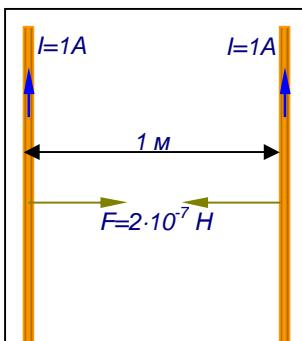

Рис. 73. За единицу силы тока принимают силу тока, при которой отрезки параллельных проводников длиной 1 м взаимодействуют с силой  $2 \cdot 10^{-7}$  Н
40. Представим теперь себе, что взяты очень тонкие и бесконечно длинные параллельные проводники. Расстояние между ними 1 м, и находятся они в вакууме, рис. 73. Сила тока в них одинакова.